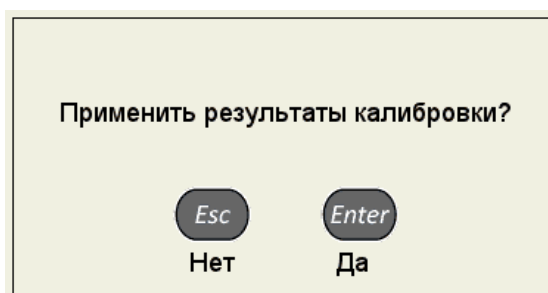

Рисунок 36
– нажать клавишу  . Откроется подтверждающее окно (рисунок 36).